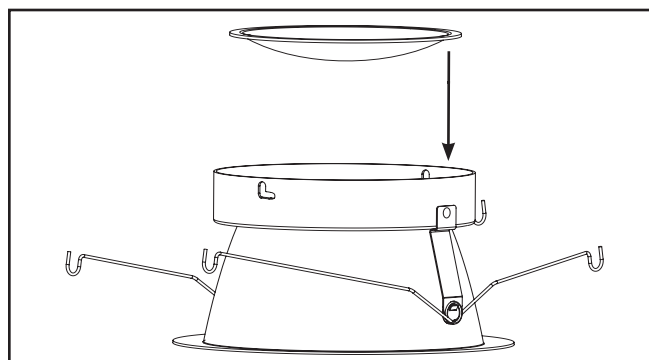

Figure 5.
2. Insérez la lentille dans la garniture inférieure de façon à ce que la face de la partie concave soit vers le bas (Figure 5.).